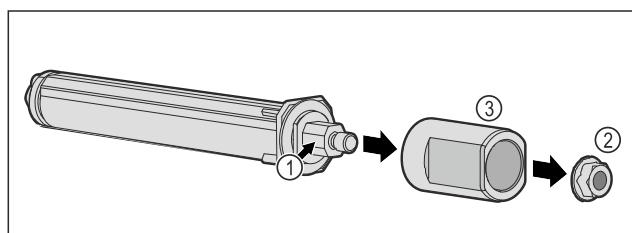

Fig. 46
► Türschließsystem Fig. 46 (1) nicht zerlegen.
- Mutter Fig. 46 (2) entfernen.
- Hülse Fig. 46 (3) abnehmen.